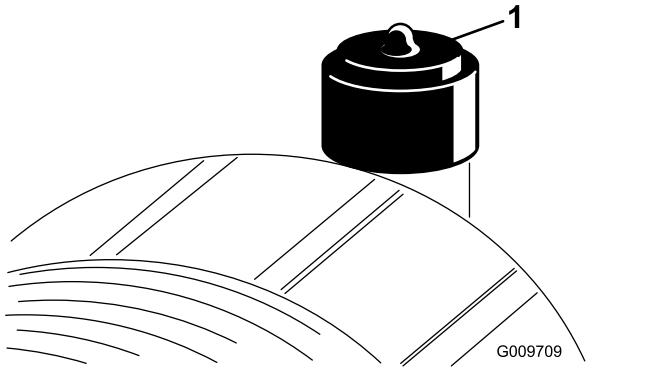

Figura 38
Revise el filtro del limpiador de aire únicamente cuando el indicador de mantenimiento (Figura 38) lo requiera. El cambiar el filtro antes de que sea necesario sólo aumenta la posibilidad de que entre suciedad en el motor al retirar el filtro.
2. Reinicie el indicador (Figura 38) si se ve rojo.